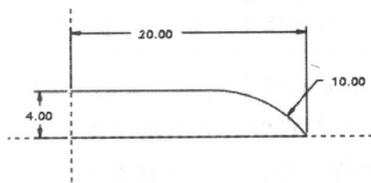

图 1-7
① 单击  按钮，打开〔草绘〕对话框，选择“使用先前的”选项，单击【草绘】按钮，进入草绘工作界面。
② 绘制如图 1-7 所示的曲线。